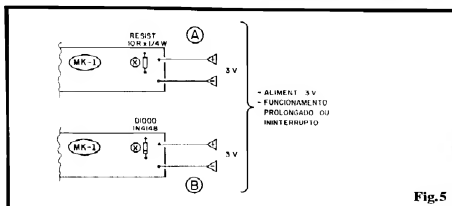

Fig. 5
- FIG. 5 - VARIÁÇÕES PARA ACIONAMENTO PROLONGADO - Se a idéia for manter o MK1 tocando por longos períodos (música se repetindo ininterruptamente), alimentado por 3V (2 pilhas)